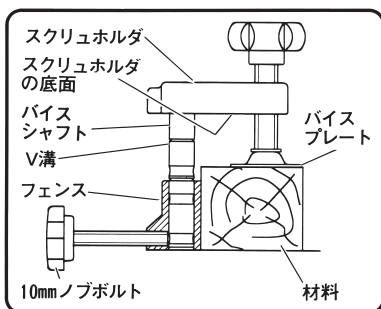

図 23
(1) バイス装置(図1参照)は左右のフェンス(図1参照)に取付けができます。フェンス上面にバイスシャフトのV溝、またはスクリューホルダの底面を合わせると、フェンス後方の10mmノブボルトの先端がバイスシャフトの溝に合い、3段階に調節できます。調整後10mmノブボルトを締めバイスシャフトを固定してください。(図23)
(2) ノブをまわして、材料を固定してください。